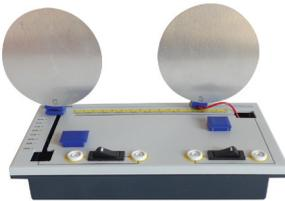
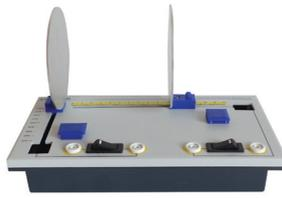

Fig. 1
Fig. 2
- On dispose initialement (voir **Fig. 1**) :
- des 2 armatures **(A)** et **(B)** solidaires de leur guide respectif (2) et (14). Elles sont reliées respectivement aux douilles **A** et **B** par un fil de connexion. Initialement, elles sont sorties de leur rail de guidage : lumière « verticale » pour l'une, lumière « horizontale » pour l'autre.
- des deux caches **CA** (4) et **CB** (16).
- Il suffit (voir **Fig. 2**) d'insérer le guide (2) dans l'orifice situé en (4), comme un tiroir, et de le faire coulisser dans le rail. De même pour le guide (14) : à insérer dans l'orifice situé en (16), en veillant à ce que le fil de connexion soit dirigé vers la droite du guide pour ne pas dépasser de la lumière.